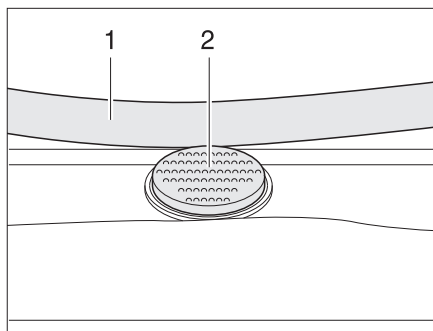

Fig. 91 Botón de seguridad en la claraboya Heki
- Pulsar el botón de seguridad (Fig. 91,2) y tirar la horquilla (Fig. 91,1) hacia abajo con ambas manos.
- Presionar el estribo hacia arriba con ambas manos hasta que la horquilla se encuentre encima del botón de seguridad (Fig. 91,2).